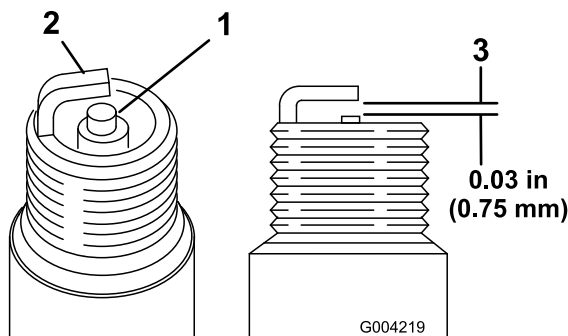

Рисунок 16
1. Осмотрите середину обеих свечей зажигания (Рисунок 16). Если на изоляторе замечен светло-коричневый или серый налет, то двигатель работает должным образом. Черный налет на изоляторе обычно означает, что загрязнен воздухоочиститель.
2. Проверьте зазор между центральным и боковым электродами (Рисунок 16).
3. Если зазор неправильный, отогните боковой электрод (Рисунок 16).